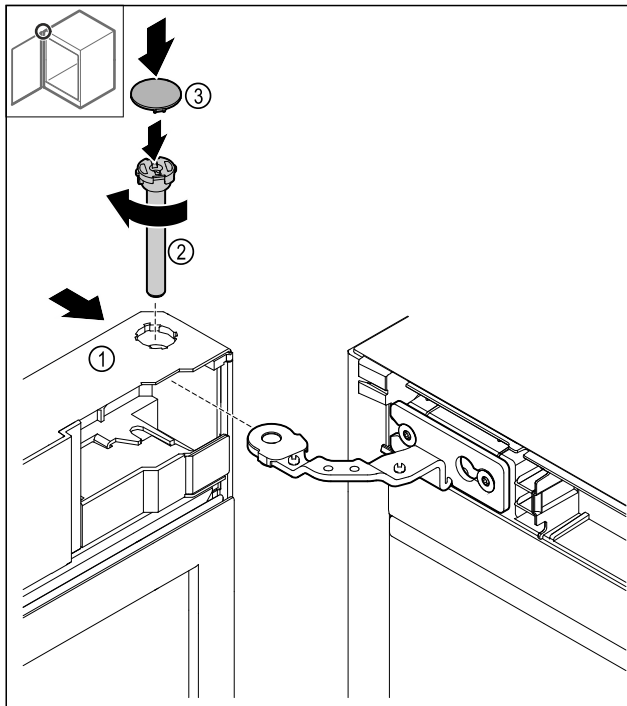

Fig. 48
- ▶ Lükake uks Fig. 48 (1) ülal šarniirile.
- ▶ Pistke polt Fig. 48 (2) sisse ja keerake päripäeva kinni.
- ▶ Pange kate Fig. 48 (4) peale.